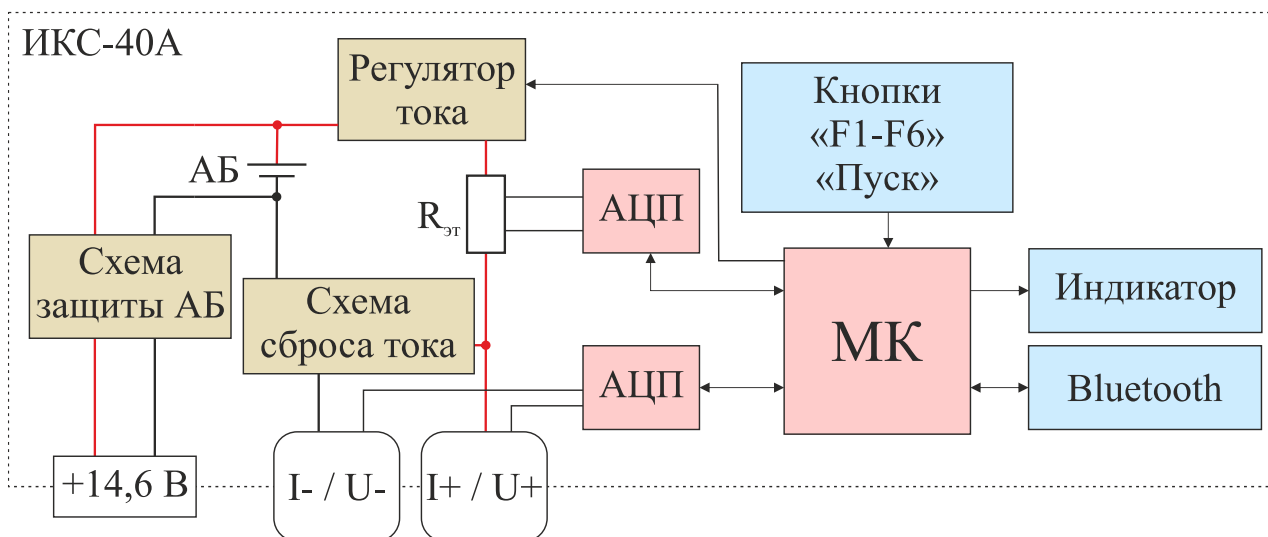

Рис. 1. Упрощенная блок-схема микроомметра
1.4.1. Упрощенная блок-схема микроомметра приведена на рис. 1.